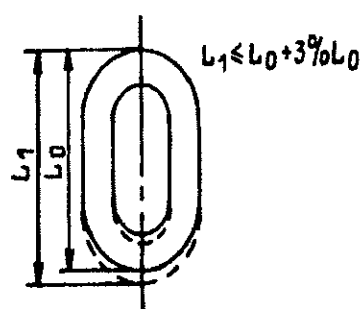

Рис. 17. Увеличение звена цепи:
- при удлинении звена цепи более 3% от первоначального размера (рис. 17)